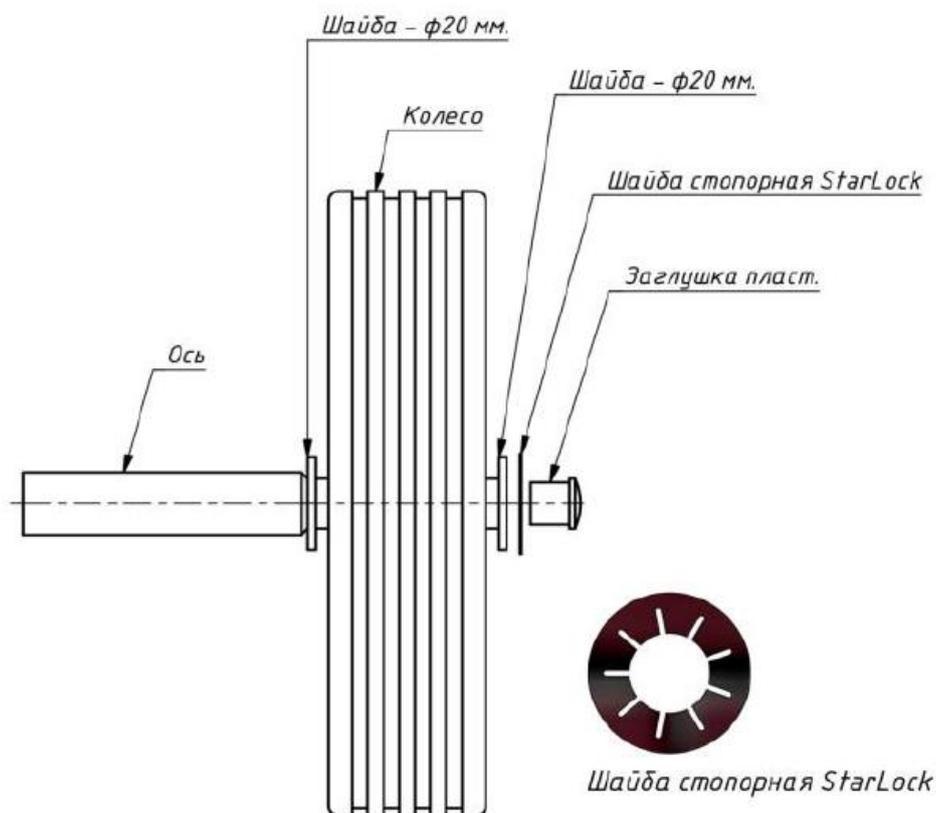

Рис. 1
3.1 Извлечь изделие из упаковки. Используя упаковочный материал, согласно схеме сборки, произвести сборку колес (рис. 1). Момент на ключе при затяжке болтов – не более 55Н/м.